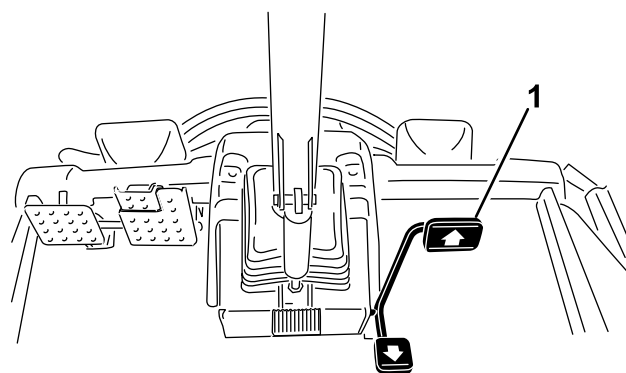

**Figura 27**
- En condiciones de uso normales, esta máquina está diseñada para funcionar en la posición H/L AUTO del interruptor de gamas de velocidad (Figura 27). Esta posición permite que la máquina cambie automáticamente entre las gamas de velocidad alta y baja, dependiendo de si se utiliza la máquina para segar o para el transporte.
- Cuando se selecciona la posición BAJA del interruptor de gamas de velocidad (Figura 27), la máquina funciona siempre en la gama de velocidad baja. Este ajuste es preferible para desplazamientos dentro de un taller, para cargar o descargar la máquina de un remolque, para subir cuestas empinadas o en cualquier otra situación en la que no se desee utilizar las altas velocidades de tracción de la gama de velocidad alta.
Esta máquina está equipada con 2 gamas de velocidad de tracción; baja y alta. El interruptor de gamas de velocidad le permite seleccionar las posiciones siguientes (Figura 27):
Esta función permite ajustar la velocidad máxima de la máquina al pisar el pedal a fondo hacia adelante (Figura 28). Puede establecer una velocidad distinta para la gama baja y la gama alta (Figura 27).